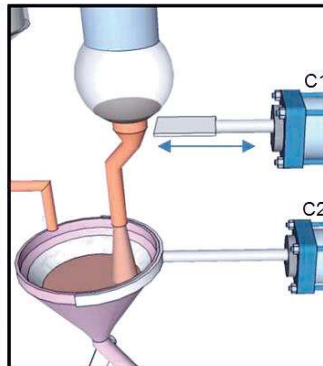

Figure 4
- Le **dosage** du café en poudre dans la trémie par le recul du clapet **CL** actionné par le vérin **C1** commandé par le distributeur **M1** jusqu'à l'action du capteur  $l_0$  pendant **3 secondes** à l'aide d'un temporisateur **T2** puis la sortie de la tige du vérin **C1** jusqu'à l'action du capteur  $l_1$  (figure 4).